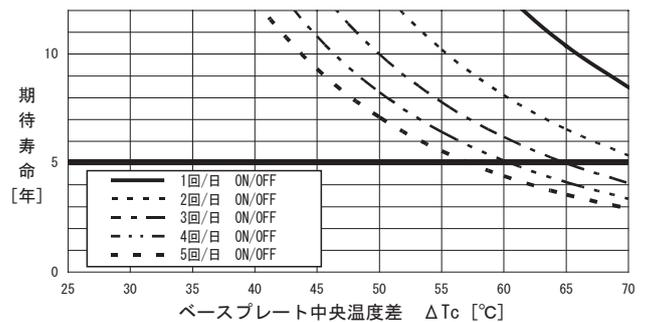

図6.1 熱疲労による期待寿命グラフ
- 図6.1に当社加速試験結果を元に算出した1日のON/OFF回数とベースプレート中央部温度差 ΔT_c に対する製品の期待寿命を示します。
- 無償補償期間5年ですが、図6.1に示す期待寿命が5年未満の場合、この寿命を無償補償期間とします。